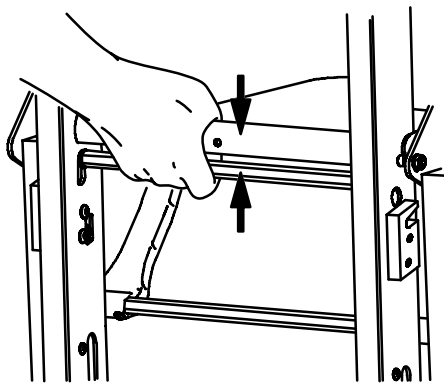

Afbeelding 6 – Tilhandgrepen aan voeteneinde
2. Bediener voeteneinde: Druk de rode loszetknoppen in om de tilhandgrepen aan het voeteneinde uit te schuiven en trek de handgrepen naar buiten totdat ze stoppen (Afbeelding 6). Laat de knoppen los om de handgrepen te vergrendelen.